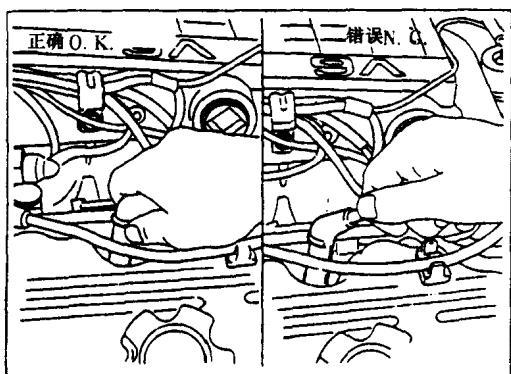

图 1-23
(1) 从保护罩的火花塞上松开点火高压线，不能拔点火高压线，见图 1-23。